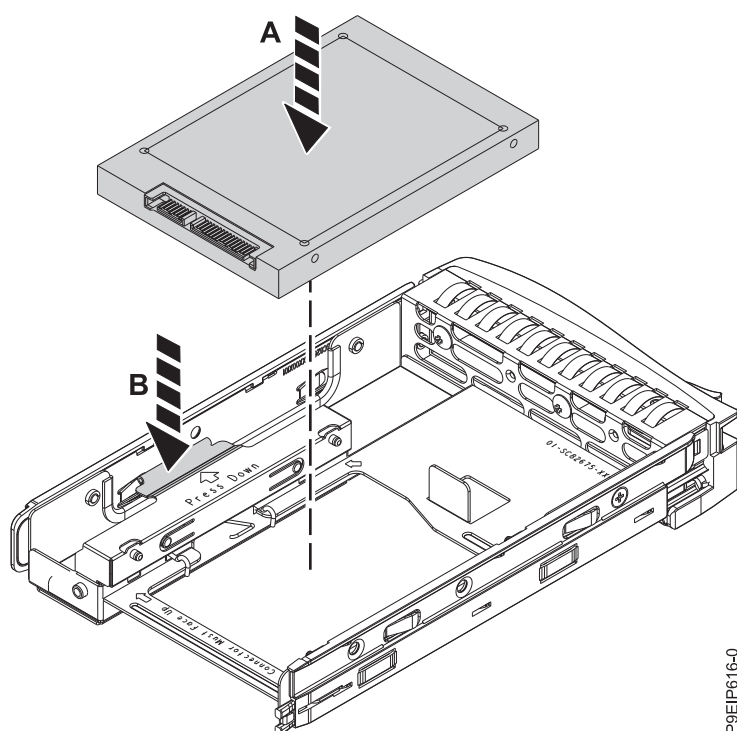

Figure 14. Montage de l'unité de 2,5 pouces dans le tiroir
- b. Ouvrez le ressort de retenue **(B)** comme indiqué dans la figure 14, à la page 15.